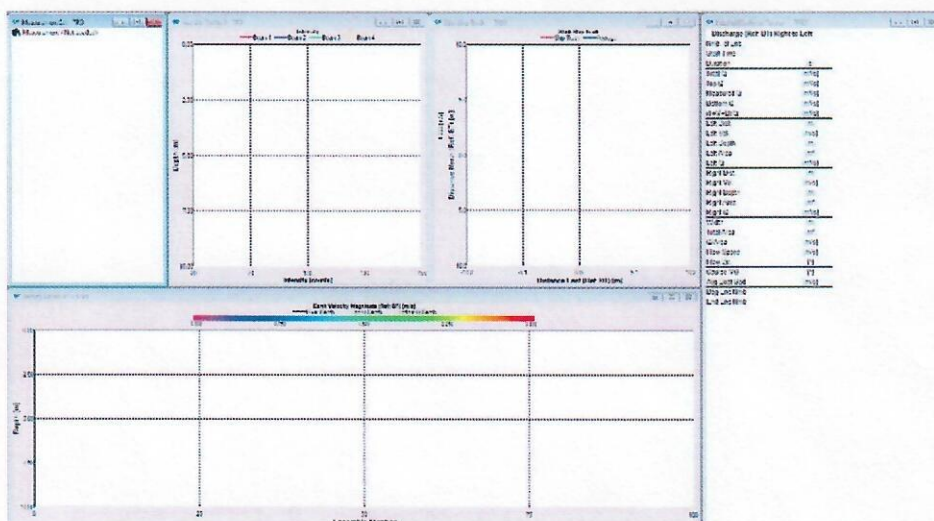

Fig. 21
a) Se rulează aplicația WinRiver II. (fig. 21)
- 1) În fereastra Site Information se completează câmpurile opționale după dorință (fig. 21), apoi tastăm butonul Next.